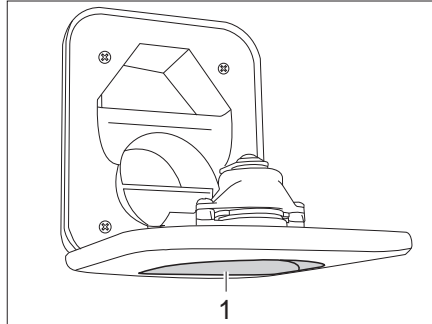

Fig. 261 Bec de remplissage d'eau fraîche pour les toilettes
- Ouvrir le bec de remplissage d'eau fraîche pour les toilettes (Fig. 261,1) au-dessus du portillon de la cassette Thetford et le faire pivoter vers le bas.